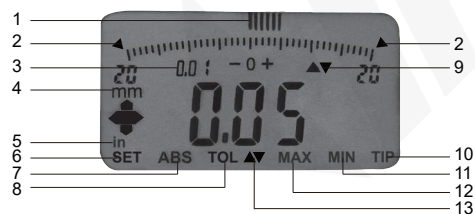

fig. 1
1. Instale e remova a bateria (CR2032), o lado negativo da bateria deve ficar voltado para fora (fig. 1).